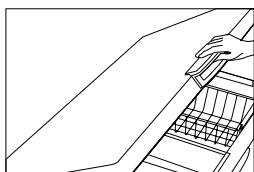

Imagen 1
- 3.**Abra la puerta del aparato y espere a que el hielo se derrita cuando la puerta esté abierta. (Imagen 1)